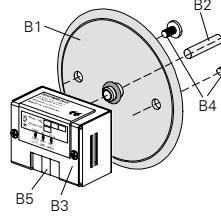

Bild 2: Montage des UP-Helligkeitssensors UP 255
- Der UP-Helligkeitssensor UP 255 wird in Gerätedosen mit- tels der mitgelieferten Schraubbefestigungen (ohne Kral- len) eingebaut (siehe Bild 2).